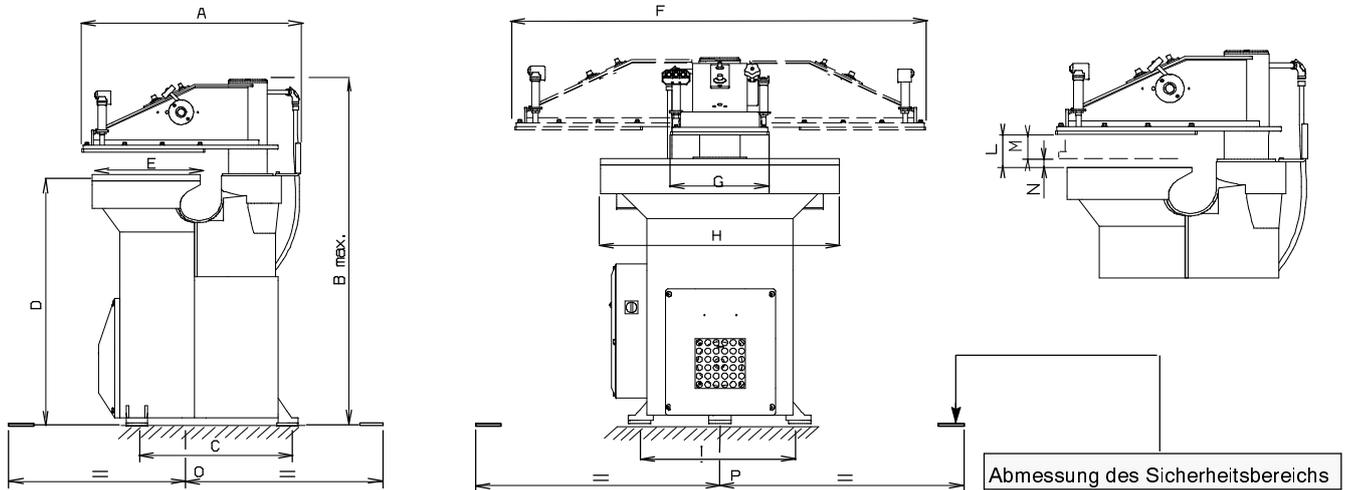

Abb. 1
**Es darf jeweils NUR EIN BEDIENER die Stanzmaschine benutzen. Um die Maschine herum ist mit GELBER Farbe ein Sicherheitsbereich markiert, in dem sich nur der Bediener aufhalten darf. Um diesen Bereich festzulegen, sind die auf der Seite der Maschinen stehenden Angaben zu berücksichtigen (Abb. 1).**